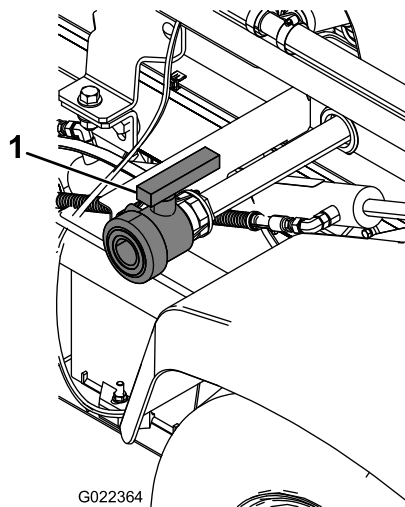

図 72
- タンクのドレンバルブは車両の左側にある **図 72**。